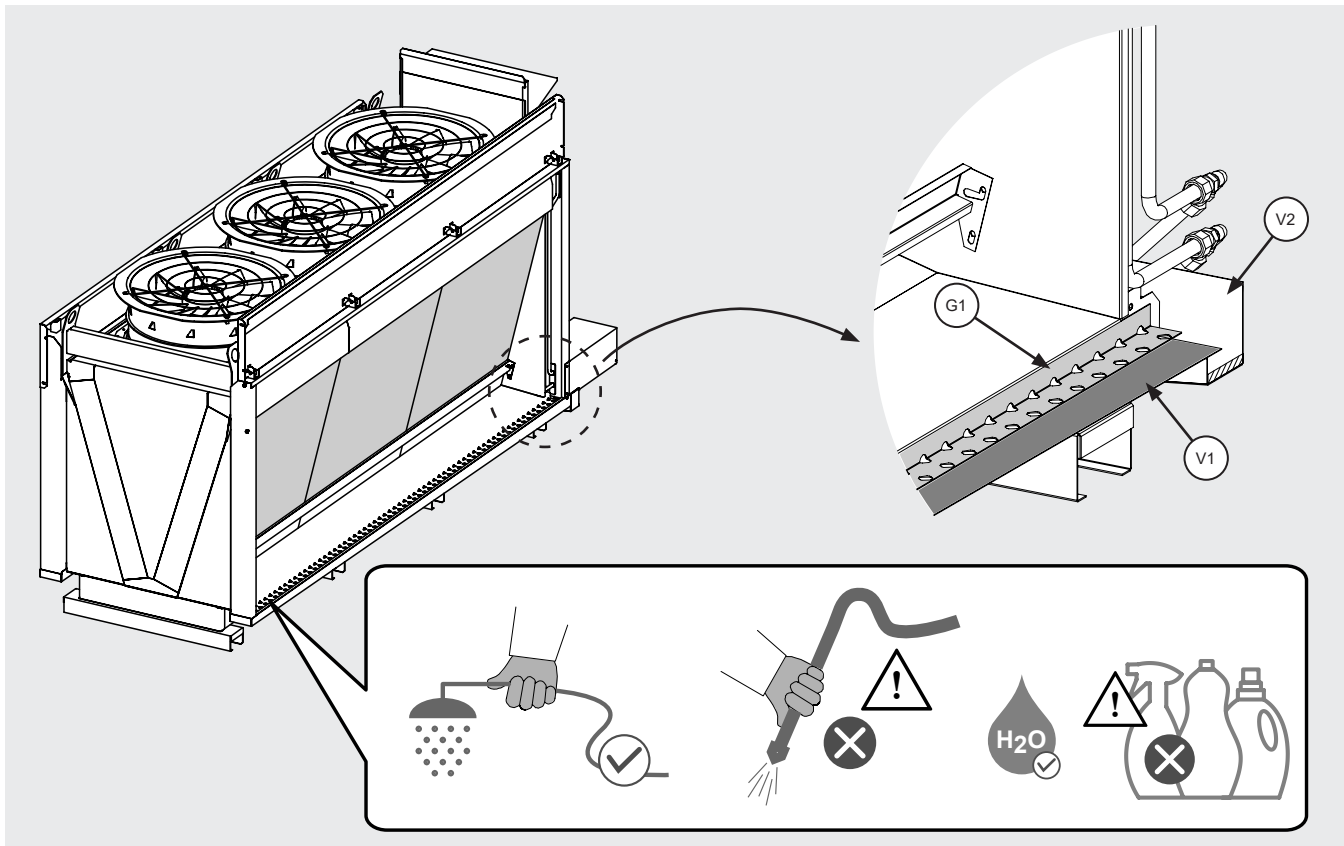

Figura 24
- 12.12.3 El modelo está equipado con 2 depósitos internos de recogida de agua (V1) situados bajo las dos filas de paneles laterales adiabáticos. Véase la Figura 24.
- 12.13.7 Limpie con agua corriente sin presión, teniendo cuidado de no dañar las conexiones eléctricas y los sensores de nivel, véanse la Figura 2 y la Figura 24. No utilice agua a presión ni sustancias limpiadoras o agresivas.